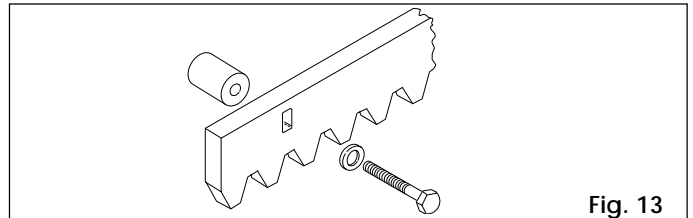

Fig. 13
**4.4.2. CREMALLERA DE ACERO PARA ATORNILLAR (fig. 13)**